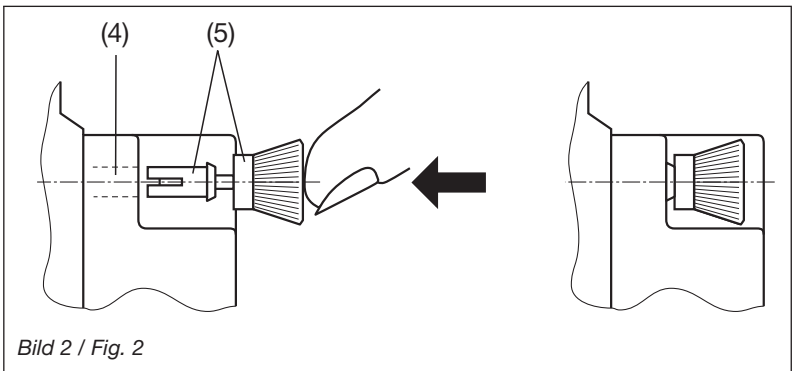

Bild 2 / Fig. 2
Zur mechanischen Sicherung die vier mitgelieferten Kunststoff-Spreiznieten (5) in die dafür vorgesehenen Löcher (4) eindrücken (Bild 2).
Pour assurer mécaniquement le montage, enficher les 4 rivets spéciaux en matière plastique (5) dans les trous correspondants (4), (Fig. 2).
To fix the module mechanically, insert the four plastic clips supplied (5) in the fixing holes (4) (fig.2).